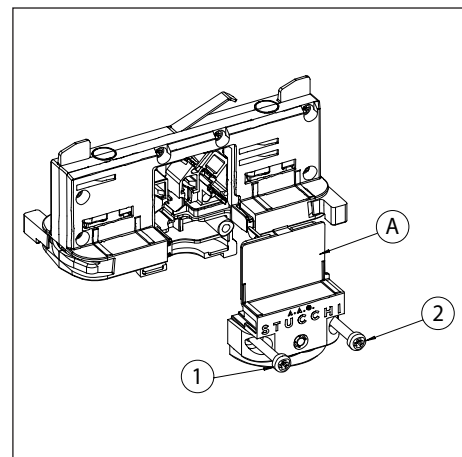

Fig. 2 Chiusura dell'adattatore
- 9009-4/... senza la possibilità della gestione di un segnale di controllo (fig. 2)
Coperchio e viti sono fornite con l'adattatore (fig.2).